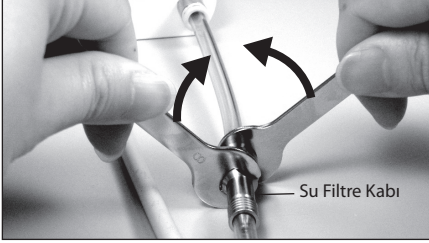

Fig.21
- 2) (5x8) Çapında iki anahtarı filtreye takıp Fig.21 gösterildiği gibi açınız.